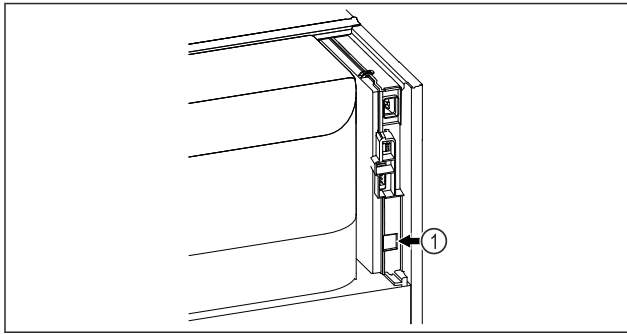

Fig. 61
- ☐ SmartModule Fig. 61 (1) ir ievietots.